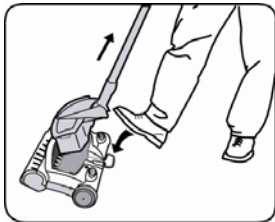

Fig. 10
1. Presione la pedal para destrabar el recipiente de la tierra con su pie. (Fig. 10)